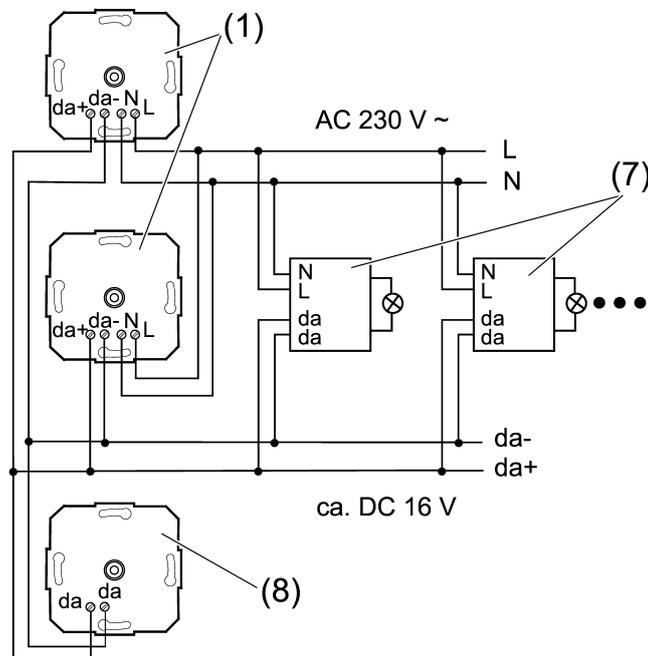
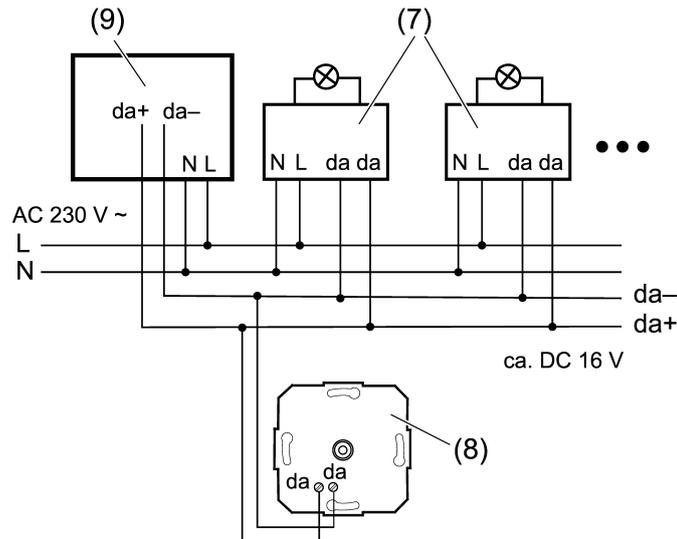

Bild 3: Anschlussbeispiel Broadcastbetrieb
Bild 4: Anschlussplan Betrieb als Input device
- Power-DALI-2 Drehsteuergerät TW, DALI-2 Drehsteuergerät TW und DALI EVG gemäß Anschlussbeispiele anschließen (siehe Bild 3) und (siehe Bild 4). Dabei die Angaben des EVG-Herstellers beachten.
i Eine Kombination von Power-DALI-2 Drehsteuergerät TW und einer externen Spannungsversorgung ist nicht zulässig. Wird eine externe Spannungsversorgung z. B. über eine zentrale Steuerung verwendet, darf die Spannungsversorgung am Drehsteuergerät nicht angeschlossen werden (siehe Bild 4).